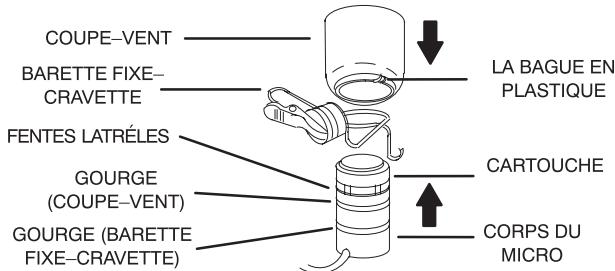

FIGURE 1
1. Insérer le microphone par le bas de la barette jusqu'à ce que la boucle de la barette s'encliquette dans la gorge inférieure du micro. Voir la figure 1 ci-dessous.
Les cartouches des microphones MX183BP, MX184BP et MX185BP sont interchangeables. Pour retirer la cartouche, la dévisser du corps du microphone comme illustré à la figure 1. Visser la cartouche de remplacement dans le corps du microphone.